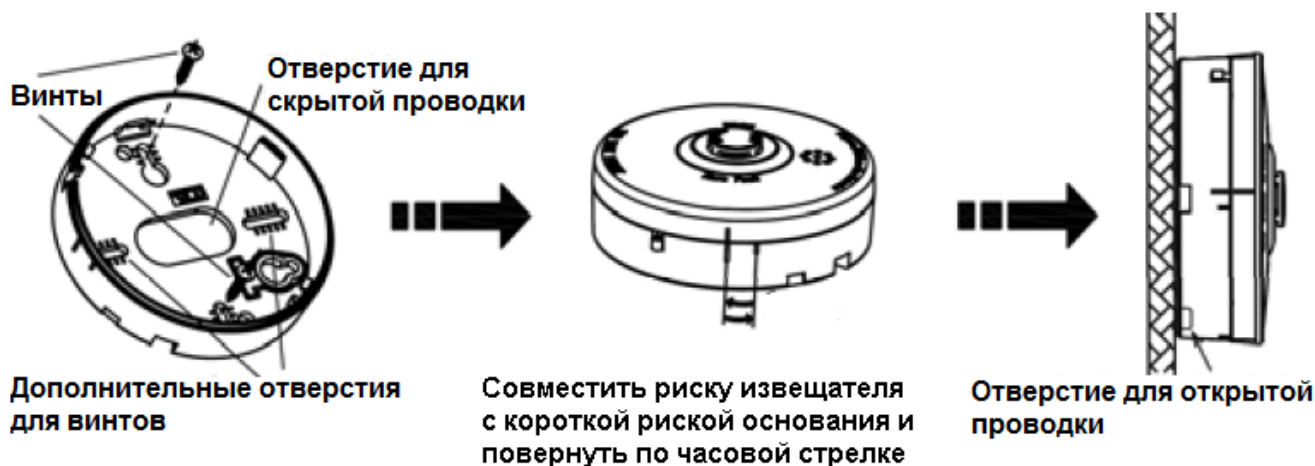

Рисунок 2.2.4.1 Монтаж извещателя
2. Установите основание извещателя на поверхность, как показано на рис. 2.2.4.1.
3. При установке заподлицо изделие должно быть установлено на стандартную электрическую коробку. Окончательная установка, как показано на рис. 2.2.4.2.